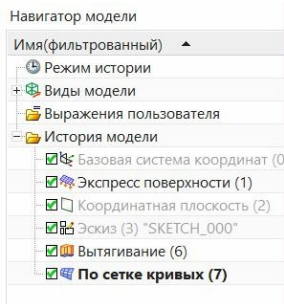

рис.63
- В НМ построенная поверхность заплатки будет представлена строкой «**По сетке кривых**» (рис.63).